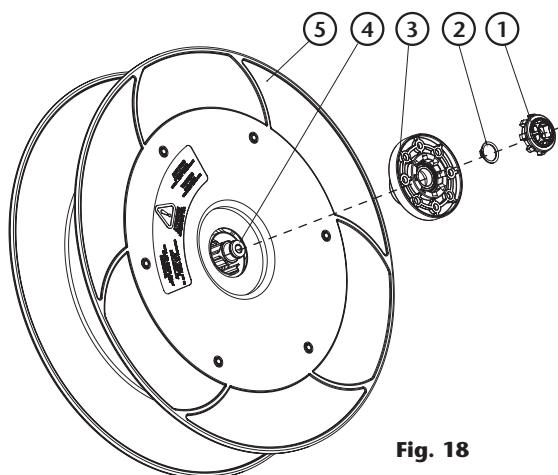

Fig. 18
11. L'ensemble du tambour étant sorti des coques, la pièce de précontrainte (1) (fig. 18) est desserrée, retirez-la sans démonter sa plaque métallique interne. Conservez les composants pour les réinstaller ultérieurement.
12. Retirez le circlip (2) (fig. 18) qui maintient le clip à ressort (3) (fig. 18) sur l'arbre du disque (4) (fig. 18) et retirez-le, sans démonter le roulement qu'il contient. Conservez les composants pour les réinstaller ultérieurement.
15. Montez le support de ressort (avec le roulement à l'intérieur) (3) (fig. 18) sur l'arbre du disque et fixez-le en place en mettant le circlip (2) (fig. 18).
16. Placez le pré-tensionneur (1) (fig. 18) (avec sa plaque intérieure montée) sur le clip à ressort (3) (fig. 18). Cette partie du pré-tendeur sera lâche, tenez-la à la main tout en portant l'ensemble du disque sur le boîtier (celui sans la fenêtre de service). Assurez-vous que le pré-tendeur s'insère dans le trou central du boîtier.